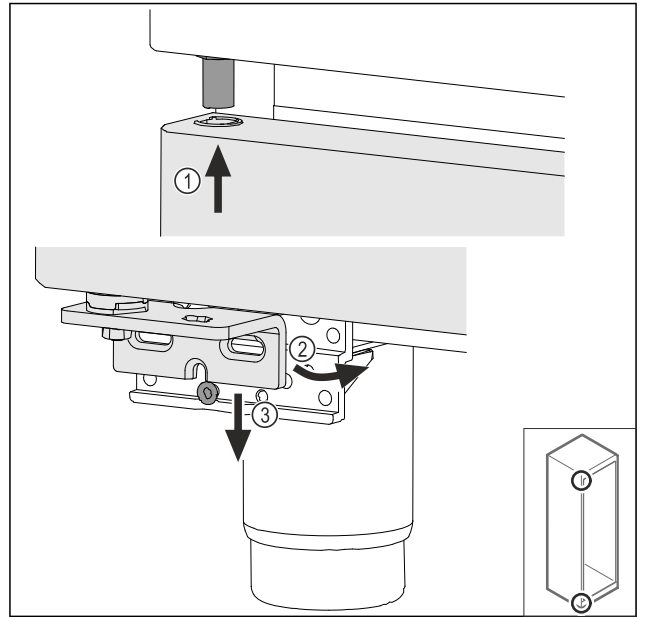

Fig. 70
- ▶ 使门稍微倾斜，并从顶部穿入 Fig. 70 (1)，摆正门 Fig. 70 (2) 并将底部安放在托架螺栓 Fig. 70 (3) 上。